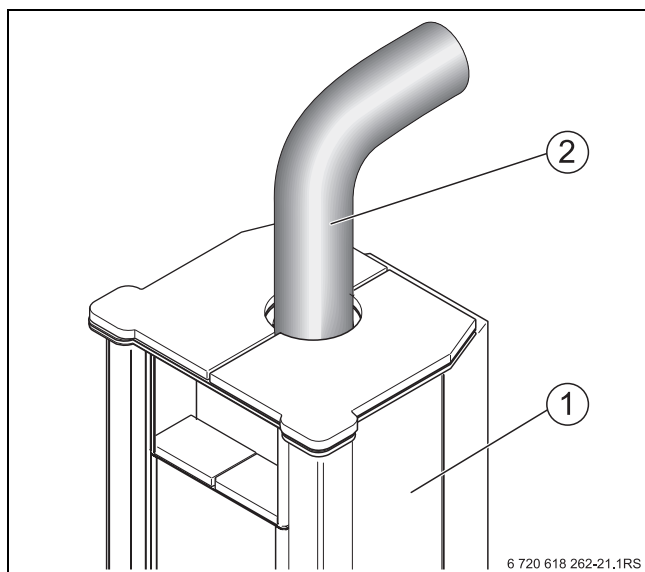

Fig. 13 Creazione del collegamento al camino
- Inserire il condotto fumi [2] sul tronchetto fumi della stufa (→ fig. 13, pag. 13).